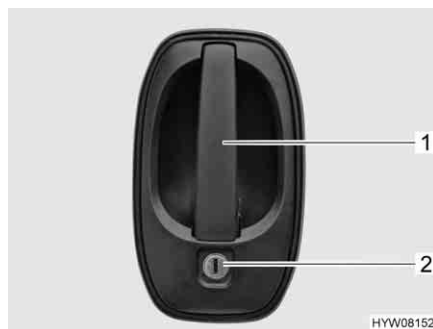

Fig. 41 Serratura della porta conducente, lato esterno
- Inserire la chiave nel cilindro della serratura (Fig. 41,2) e ruotare fino a quando la serratura della porta si sblocca.
- Tirare la maniglia della porta (Fig. 41,1). La porta è aperta.
- Inserire la chiave nel cilindro della serratura (Fig. 41,2) e ruotare fino a quando la serratura della porta si blocca.